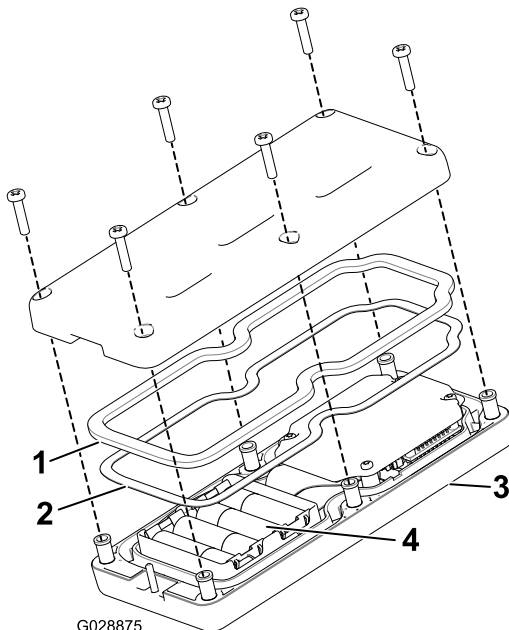

Рисунок 18
2. Вставьте элементы питания в гнезда с клеммами, соблюдая полярность. (Если элементы питания будут установлены неправильно, устройство не будет повреждено, но и не будет работать.) В каждом гнезде имеется тиснение с обозначениями полярности каждой клеммы (Рисунок 18).
3. Убедитесь в том, что стальная прокладка и резиновое уплотнение находятся в канавке пульта дистанционного управления, и установите заднюю крышку на место (Рисунок 18).
4. Закрепите крышку 6 винтами (Рисунок 18) и затяните их с моментом 1,5-1,7 Н·м.